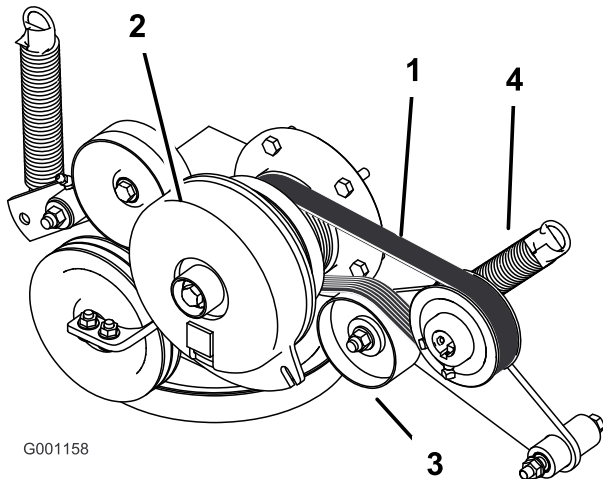

Figura 55
3. Retire el muelle del brazo de la polea tensora (Figura 55).
4. Instale la correa nueva alrededor de la polea del motor y de la bomba hidráulica (Figura 55).
6. Instale el muelle en el brazo tensor (Figura 55).